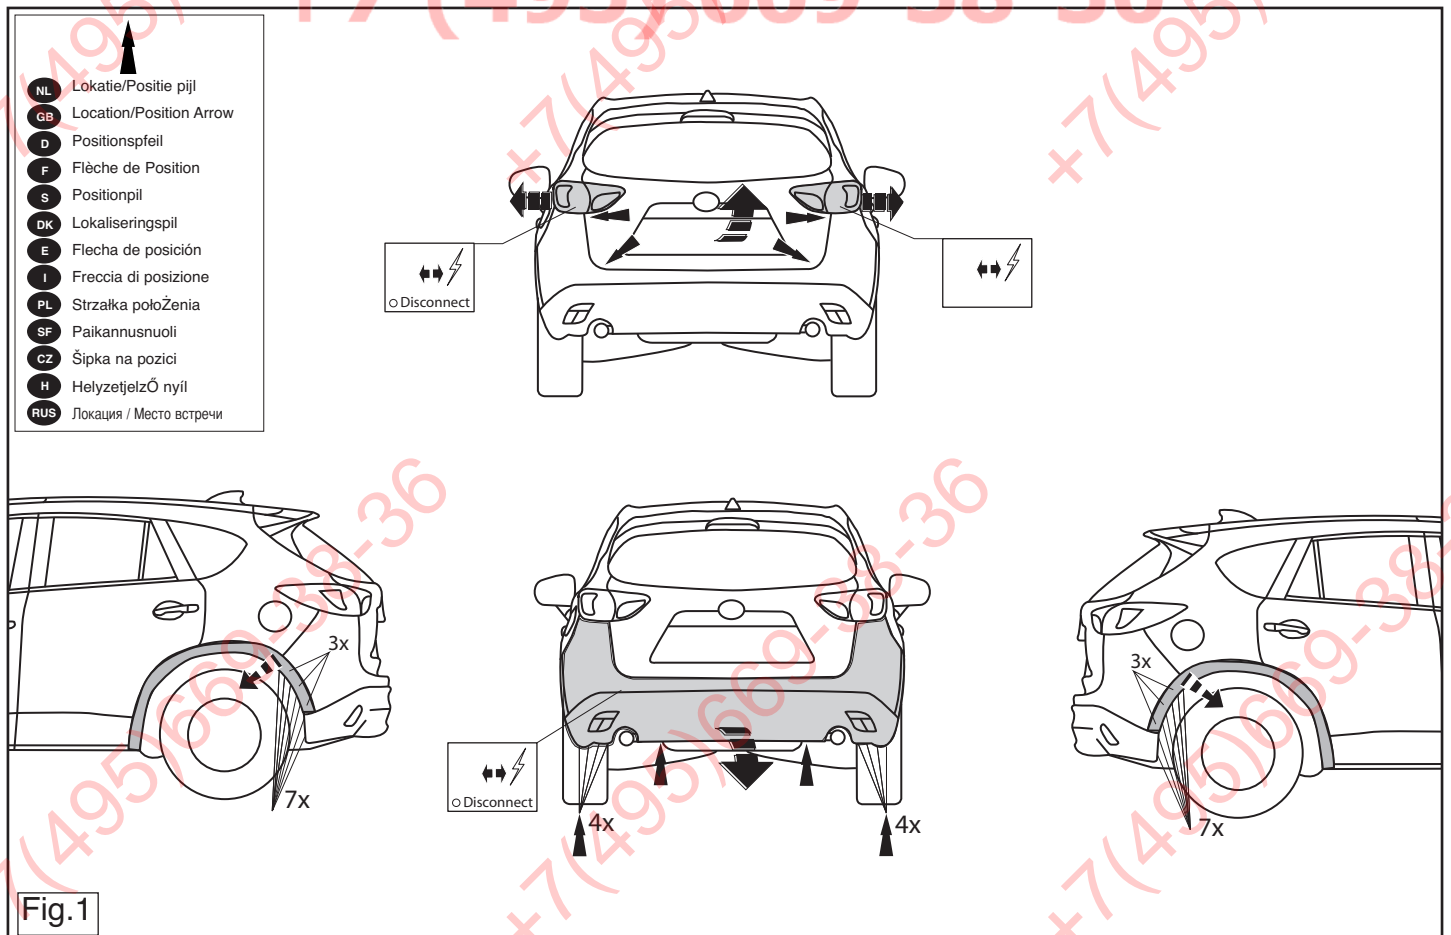

Fig.1
1. Demonter baglysene og kofangeren. Se fig. 1
1. Zdemontować tylne światła i zderzak. Patrz rysunek 1.